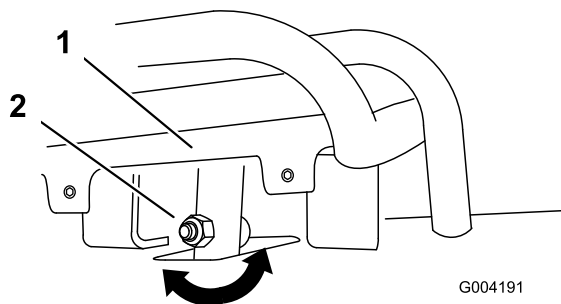
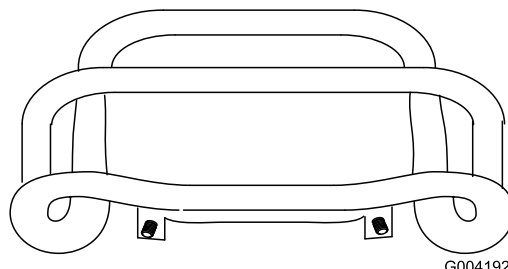

Figura 53
Figura 54
4. Se a parte da frente do controlo não ficar alinhada com a barra de referência, desaperte a porca e o parafuso na haste do controlo de tração (Figura 53).
5. Ajuste o controlo de tração de modo a que fique alinhado com a barra de referência quando é puxado a direito para trás (Figura 53 e Figura 54).
- C. Desaperte a porca flangeada e o parafuso na haste do controlo de tração (Figura 53).
I. Ajuste o controlo de tração de modo a que fique alinhado com a barra de referência quando é puxado a direito para trás (Figura 53 e Figura 54).